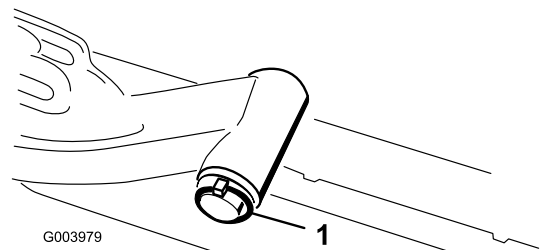

**Figura 11**
8. Per gli elementi di taglio anteriori, infilate un elemento di taglio sotto il braccio di sollevamento mentre inserite l'albero del telaio portante nella forcella del braccio di sollevamento (Figura 11).
- B. Inserite la forcella del braccio di sollevamento nell'albero del telaio portante (Figura 11).